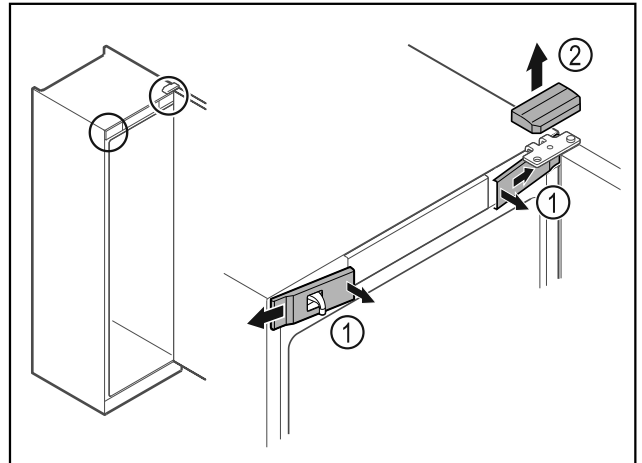

Fig. 13
- Voorste afdekking Fig. 13 (1) binnen ontgrendelen en naar de zijkant toe verwijderen.
- Bovenste afdekking Fig. 13 (2) naar boven toe verwijderen.